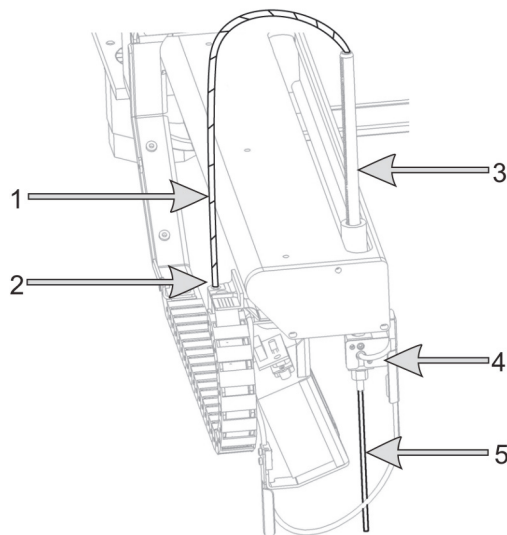

Abbildung 133: Aspirationssondeneinheit:
Ziehen Sie die Schlauchleitung oben vom Aspirationssonden-Rack (Element 3 in **Abbildung 133**) nicht ab, da sonst die Schlauchleitung von der Spitze abrutschen könnte.
11. Lösen Sie das Anschlussstück des Aspirationssondenschlauchs (Position 2 in **Abbildung 133**) von der „Kette“ links am Roboterarm ab.
5. Halten Sie die Aspirationssonde weiter unter Zug nach unten fest und ziehen Sie gleichzeitig die Rändelschraube auf der Rückseite des Isolatorblocks (Element 4 in **Abbildung 133**) fest, bis ein leichter Widerstand zu spüren ist.
6. Schrauben Sie das Anschlussstück des Aspirationssondenschlauchs (Element 2 in **Abbildung 133**) an den „Ketten“-Teil an und ziehen Sie die Schraube mit den Fingern fest. Nicht zu fest anziehen.